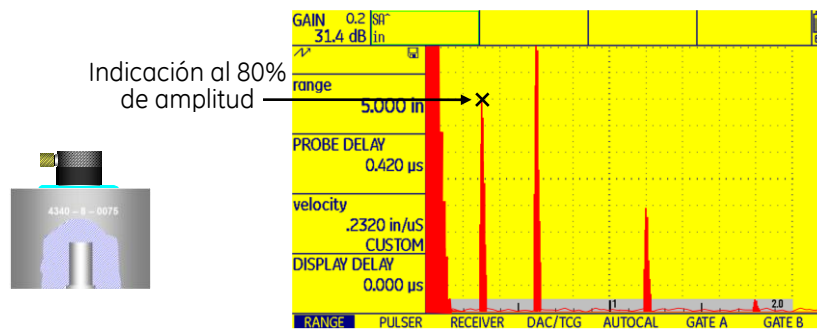

Figura No. 108: Segundo paso para construir una curva DAC
- Con el control de ganancia ajustar la amplitud de la indicación al 80% de la altura total de la pantalla (+/-5%) y marcar sobre la pantalla la posición del pico de la indicación, figura No. 108.